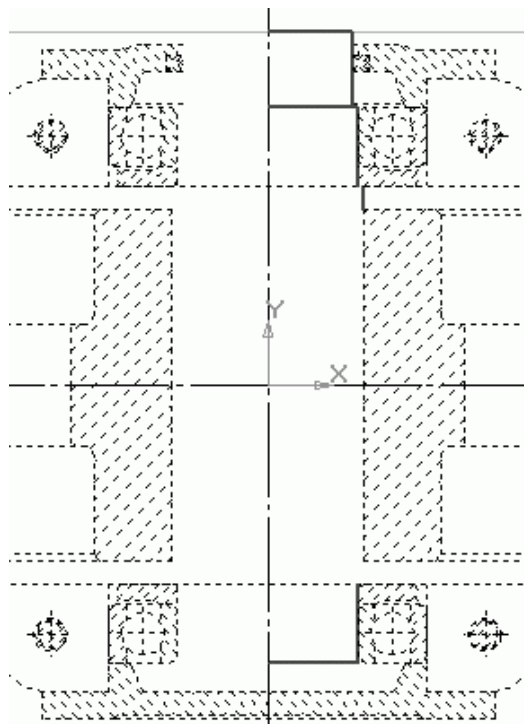

Рис. 2.97. Вычерчивание ведомого вала (все слои, кроме системного и текущего, переведены в фоновый режим)
2. Используя команду Непрерывный ввод объектов или последовательный ввод нескольких отдельных отрезков, сформируйте на слое изображение, показанное на рис. 2.97. Надеюсь, у вас не возникнет никаких трудностей, так как точных параметров или размеров при вводе геометрических объектов задавать не нужно. Все построение осуществляется только при помощи привязок. Единственная вспомогательная прямая служит для фиксирования границы участка вала под уплотнение. Она удалена от края выступа крышки подшипника на 5 мм (это достаточное расстояние, чтобы шкив или звездочка, насаженная на выходной конец вала, не касались головки фиксирующих крышку винтов).